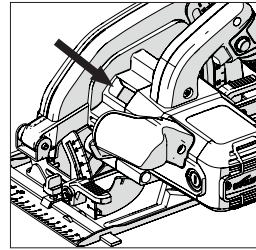

Fig. 3
- Repérez le bouton de blocage de l'arbre de la machine (au même endroit sur toutes les machines). Verrouillez l'arbre de la machine en appuyant sur le bouton de blocage de l'arbre. **(Fig. 3).**